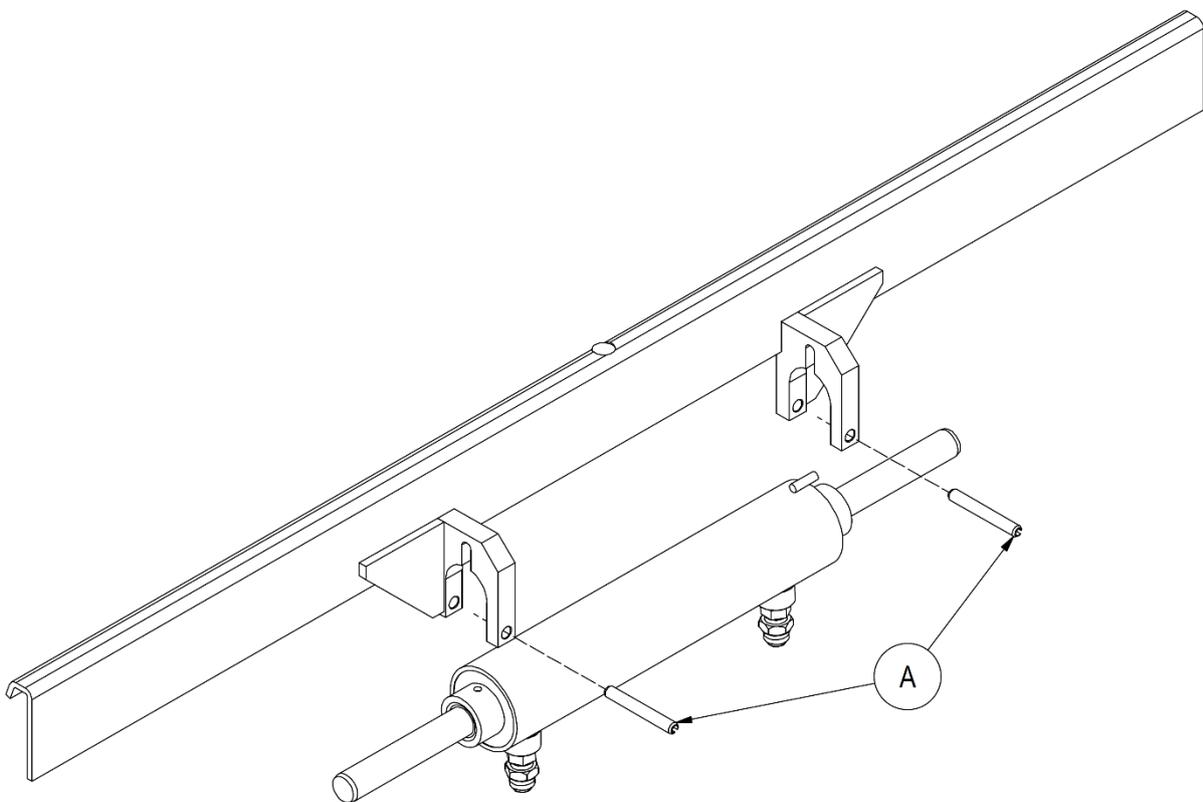

Figure 20
2. Retirer les 2/4 goupilles élastiques présentes **A** et extraire le vérin de son siège (voir *Figure 20*).